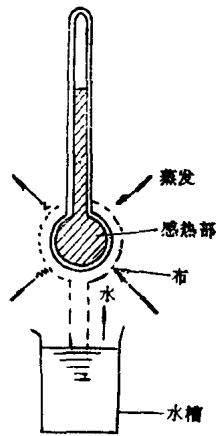

图 1-3 湿球温度的测定
(1) 干球温度，就是我们通常使用的温度计所测试的空气温度。
(2) 湿球温度。如图 1-3 那样，在测温球（感热部）上包上布，把布的一端放进水槽中，靠毛细管现象把水吸上去，使感热部湿润。由于湿布上的水分蒸发需要吸收相应的气化潜热，所以湿球温度计上的读数将要低一些，此时温度计所指示的温度叫湿球温度。